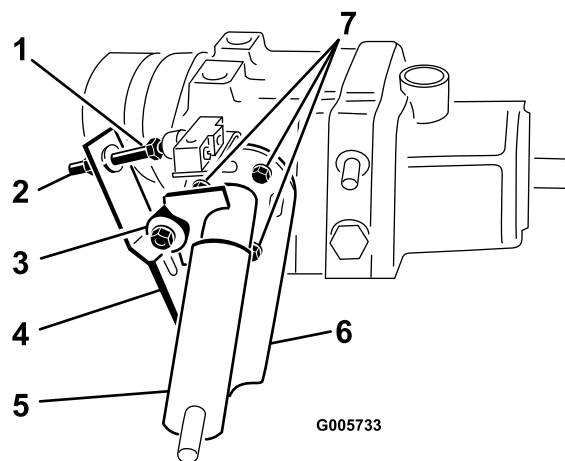

Figura 70
1. Coloque a máquina numa superfície nivelada e desligue o motor. Engate o travão de estacionamento, incline o banco para a frente e active a alavanca da bomba (Figura 70), de modo a garantir que a estrutura se encontra bem apoiada e a funcionar sem problemas. Corrija todas as falhas.
7. Se a roda se encontrar em movimento deverá efectuar o ajuste da placa da bomba. Antes de efectuar esse ajuste deverá deslocar o regulador para a posição SLOW (lento). Se a roda girar para a frente, desaperte os parafusos e rode levemente a zona inferior da placa da bomba no sentido contrário ao dos ponteiros do relógio (Figura 70). Se a roda girar para trás, deverá rodar a placa da bomba no sentido dos ponteiros do relógio (Figura 70). Quando a roda parar de girar deverá apertar os parafusos que fixam a placa da bomba à zona lateral da transmissão. Verifique se o ajuste é o adequado, colocando o regulador na posição SLOW (lento) e FAST (rápido).
- Os rolamentos esféricos estão soltos ou gastos (Figura 70).
- Molas fracas ou danificadas (Figura 70). Substituir.
2. Accione a alavanca da bomba (Figura 70), para se certificar de que todas as peças funcionam e assentam correctamente.
3. Desaperte a porca de retenção. Rode o parafuso de ajuste do interruptor (Figura 70) até surgir uma folga entre a cabeça do parafuso e o botão do interruptor.